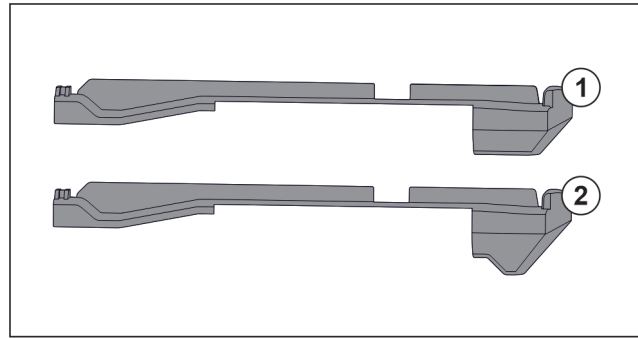

Fig. 108 Compararea pieselor de fixare
În aparat există două piese diferite de fixare. Piesa de fixare de deasupra sertarului de jos Fig. 108 (2) are o margine triunghiulară. Toate celelalte piese de fixare Fig. 108 (1) au o margine dreaptă.
- ▶ Montați piesa de fixare Fig. 108 (2) cu marginea triunghiulară peste sertarul de jos.
- ▶ Montați piesa de fixare Fig. 108 (1) cu marginea dreaptă la toate celelalte poziții.